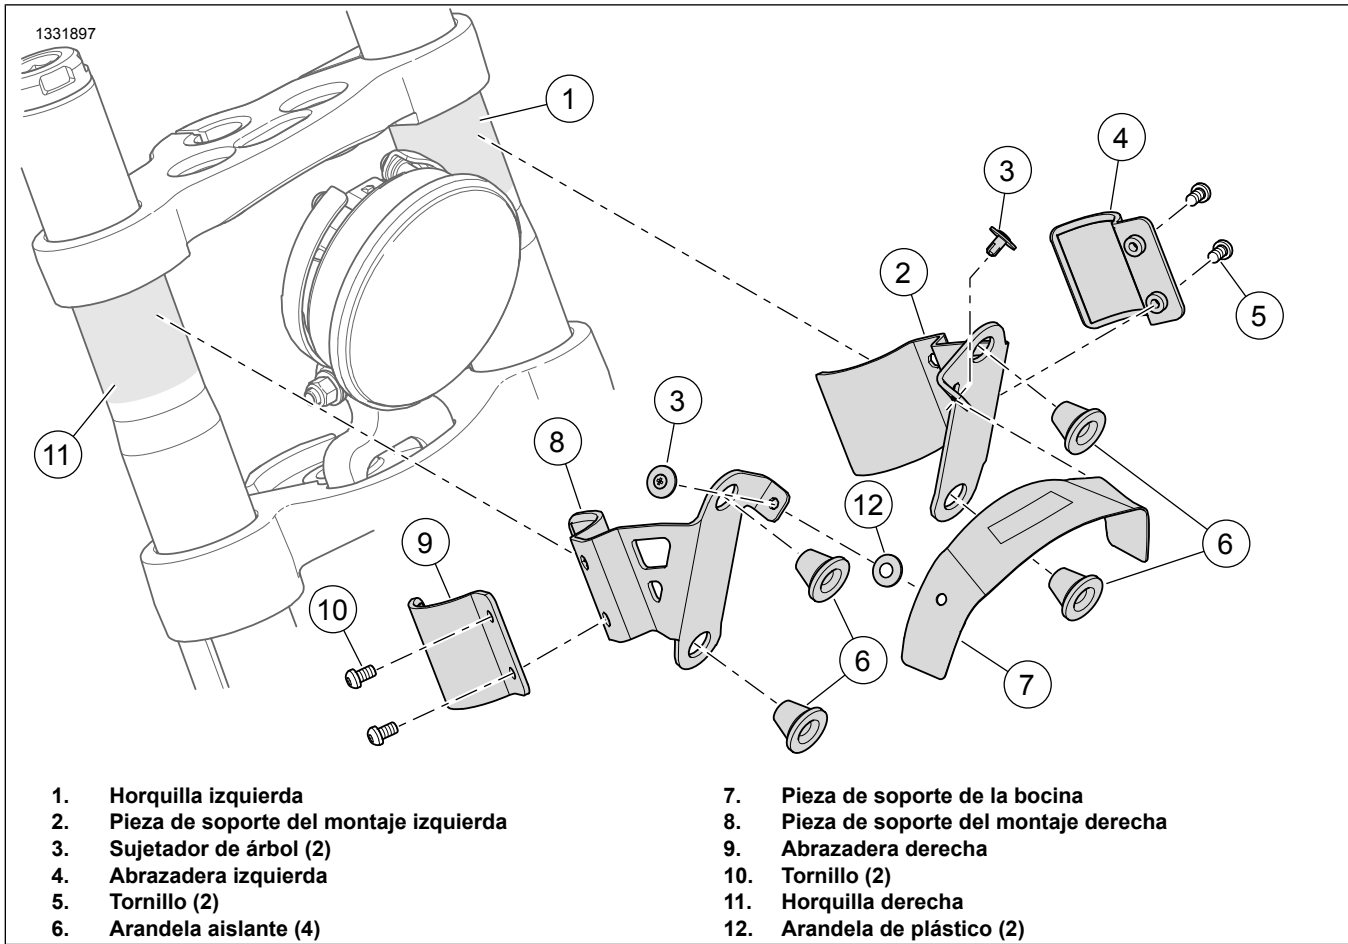

Figura 6. Conjunto de la pieza de soporte
2. Figura 6 Instale el conjunto de la pieza de montaje izquierdo.
- a. Limpie el área de montaje (1) de la horquilla izquierda.
- b. Instale sin apretar el soporte de montaje izquierdo (2), la abrazadera (4) y los tornillos (5).
- a. Limpie el área de montaje (11) de la horquilla derecha.
- b. Instale sin apretar el soporte de montaje derecho (8), la abrazadera (9) y los tornillos (10).
- a. Adhiera la arandela de plástico (12) en cada orificio de la pieza de soporte de la bocina (7).
- b. Alinee los agujeros del sujetador en los conjuntos de pieza de soporte de la izquierda y la derecha (2 y 8) con el soporte de la bocina (7).
- c. Asegúrese de que el soporte de la bocina (7) se centra en el faro.
- d. Instale los sujetadores de árbol (3) cuando todos los soportes estén alineados.